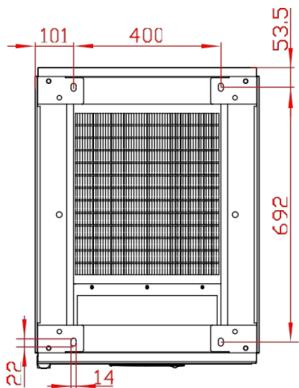
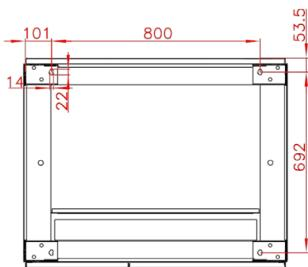

Figura 3-10 Dimensiones de montaje del soporte del UPS serie UPS-IND 1300 RI(10K-80K)
Figura 3-11 Dimensiones de montaje del soporte del UPS serie UPS-IND 1300 RI(100K-200K)
Paso 2: Taladre agujeros ,5 mm en el suelo con un taladro de impacto de acuerdo con las dimensiones de montaje del soporte del UPS. La Figura 3-10 y la Figura 3-11 muestran las dimensiones montaje del soporte del UPS.